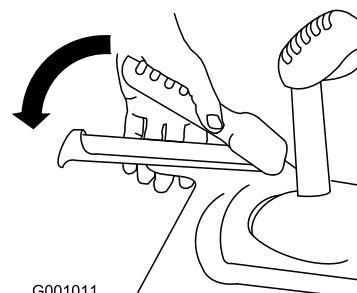

Bild 29
1. Drücken Sie zum Einkuppeln des Fahrtriebs den linken Hebel (Fahrtrieb) zum Handgriff (Bild 29).